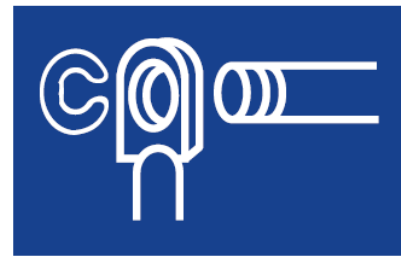

Fig. 6
3. Ösenverbinder mit Sicherungsclip (Fig. 6).